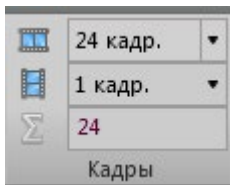

Рисунок 8
2. Выбрать желаемое количество кадров (рис.8).